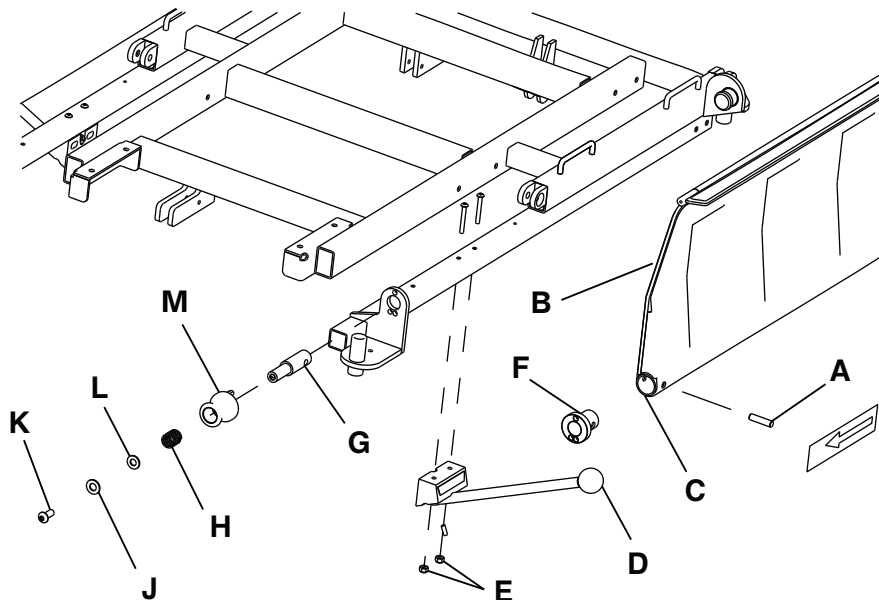

Figure 9 – Remplacement de la barrière
5. À l'aide d'un poinçon de 1/4 po et d'un marteau, enfoncer la broche (A) qui fixe la barrière (B) à la tige pivotante du loquet (G) Figure 9.
6. Tirer le bouton de déblocage rouge (M) vers l'arrière et retirer l'ensemble de molette avec l'arbre pivotant du loquet (G) Figure 9.
10. À l'aide d'une clé à six pans de 3/16 po, retirer la vis d'assemblage à tête ronde (K) de l'extrémité du bouton de déblocage rouge (M). Démonter les rondelles (J et L), le ressort (H) et la tige pivotante du loquet (G) (Figure 9).
18. Appliquer du **Loctite 242** sur la vis d'assemblage à tête ronde (K). Installer la vis dans l'extrémité du bouton de déblocage rouge (M) et serrer la vis (Figure 9).
1. S'assurer que le bouton rouge (M) est bien en place lorsqu'il est relâché quand la barrière est en position haute et basse (Figure 9).
2. Si le bouton rouge n'est pas bien en place, utiliser une clé à six pans de 3/16 po pour retirer la vis d'assemblage à tête ronde (K) à l'extrémité du bouton rouge.
4. Remettre en place la vis d'assemblage à tête ronde (K) à l'extrémité du bouton. À l'aide d'une clé à six pans de 3/16 po, serrer la vis d'assemblage à tête ronde.